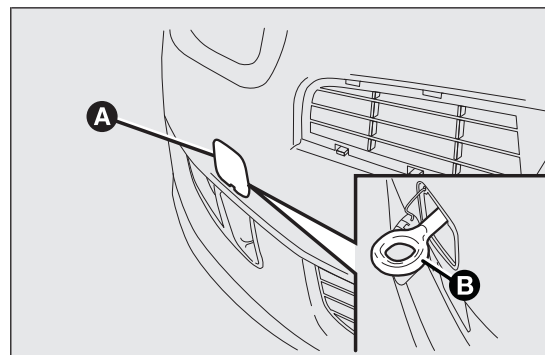
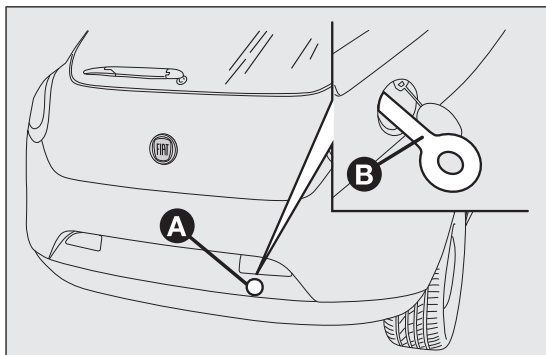

fig. 174
fig. 175
- ☐ détacher le bouchon en agissant sur la languette A fig. 174—fig. 175 ;